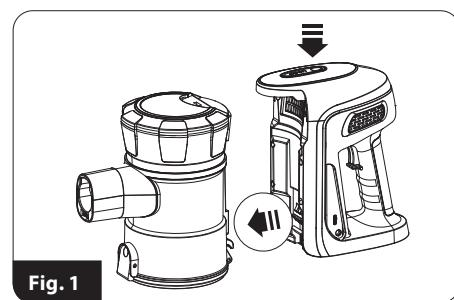

Fig. 1
1. Premere il pulsante di rilascio del serbatoio per la polvere (9) e staccarlo dall'unità motore (fig.1).